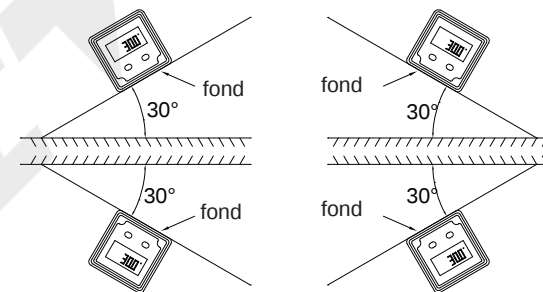

fig.4
7. L'instrument peut être utilisé en 4 orientations, l'écran se retourne lorsque la partie inférieure est orientée vers le haut (Fig.4).